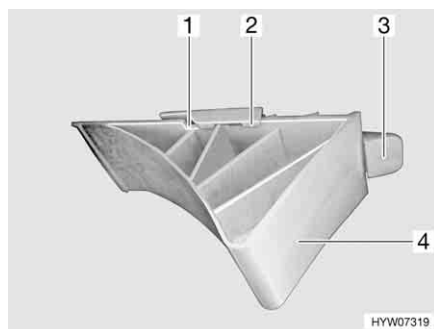

Fig. 11 Cuneo d'arresto
- Spingere il passante di sostegno (Fig. 11,3) verso l'alto.
- Tirare in avanti il cuneo d'arresto (Fig. 11,4) fino a che le fresature del cuneo d'arresto (Fig. 11,1) non coincidono con i naselli del supporto (Fig. 11,2).